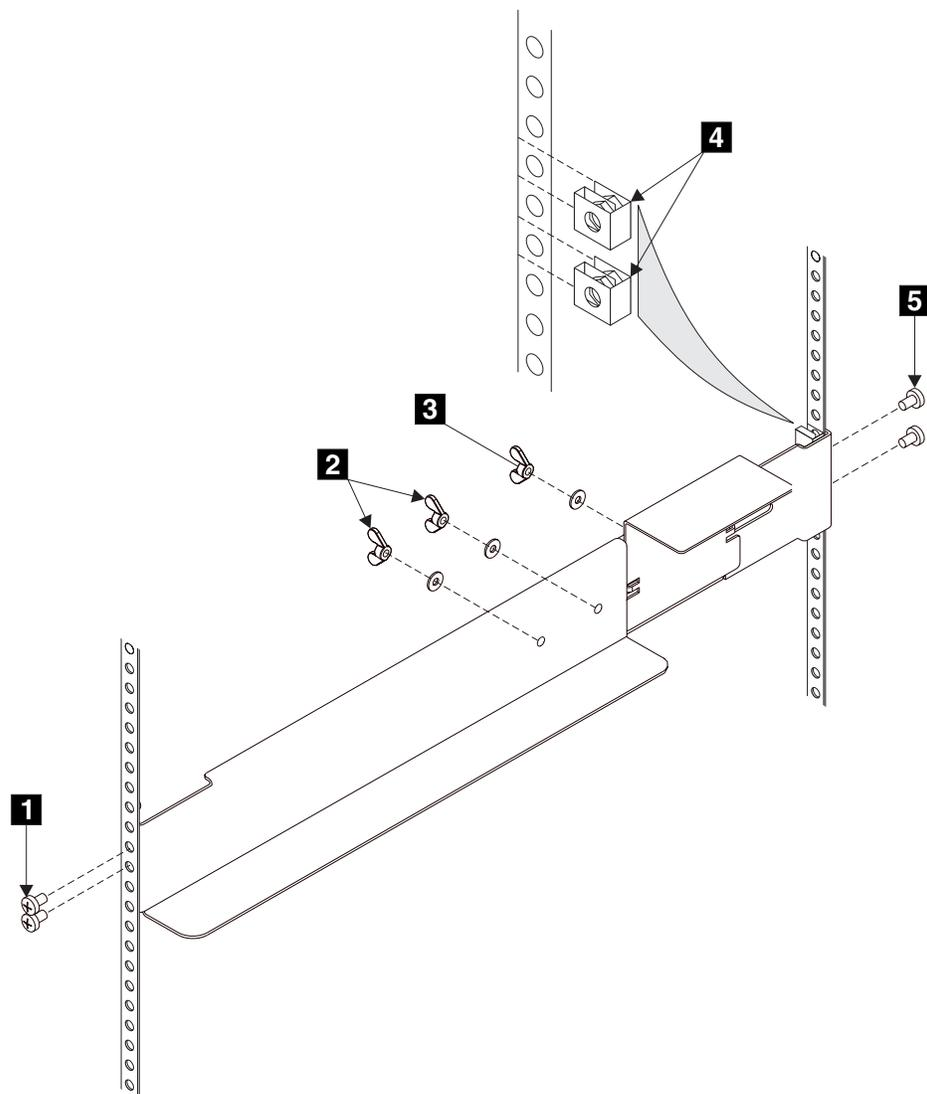

図 131. 無停電電源装置のサポート・レールのラックへの取り付け
3. ラック後部の EIA の位置を調べて、無停電電源装置を取り付ける位置を判別します (209 ページの図 131 を参照)。無停電電源装置は、常にラック内の可能な限り下の位置に取り付ける必要があります。無停電電源装置の下に置ける唯一のデバイスは、別の無停電電源装置です。